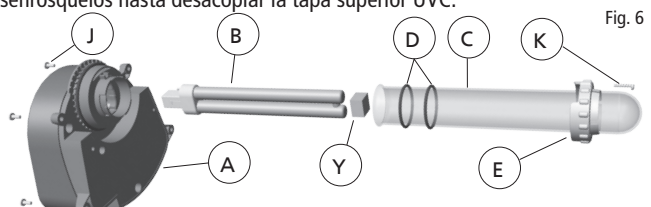

Fig. 6
**Reemplazo de la lámpara UVC:** Para mantener el rendimiento óptimo de la lámpara UVC (B), debe reemplazarla todos los años. El momento ideal para hacerlo es la primavera, durante el mantenimiento previo a la temporada de uso del estanque.
**Limpieza del manguito de cuarzo:** Si bien solo agua filtrada pasa por la sección UVC del filtro Pressure-Flo, el manguito de cuarzo (C) puede quedar recubierto con sarro calcáreo, lo que disminuirá el desempeño de la lámpara UVC (B). Se recomienda examinar y limpiar el manguito de cuarzo (C) con asiduidad. La frecuencia de la limpieza depende de las condiciones del estanque. Para tener acceso a la lámpara UVC (B) y al manguito de cuarzo (C), siga estos pasos:
4. Para extraer la tapa superior UVC (A) (fig. 6) del filtro, desenrosque los 4 tornillos (J) que la sujetan a la tapa del filtro (G). La tapa superior UVC incluye tornillos antipérdida. No es necesario que extraiga los tornillos por completo. Simplemente, desenróquelos hasta desacoplar la tapa superior UVC.